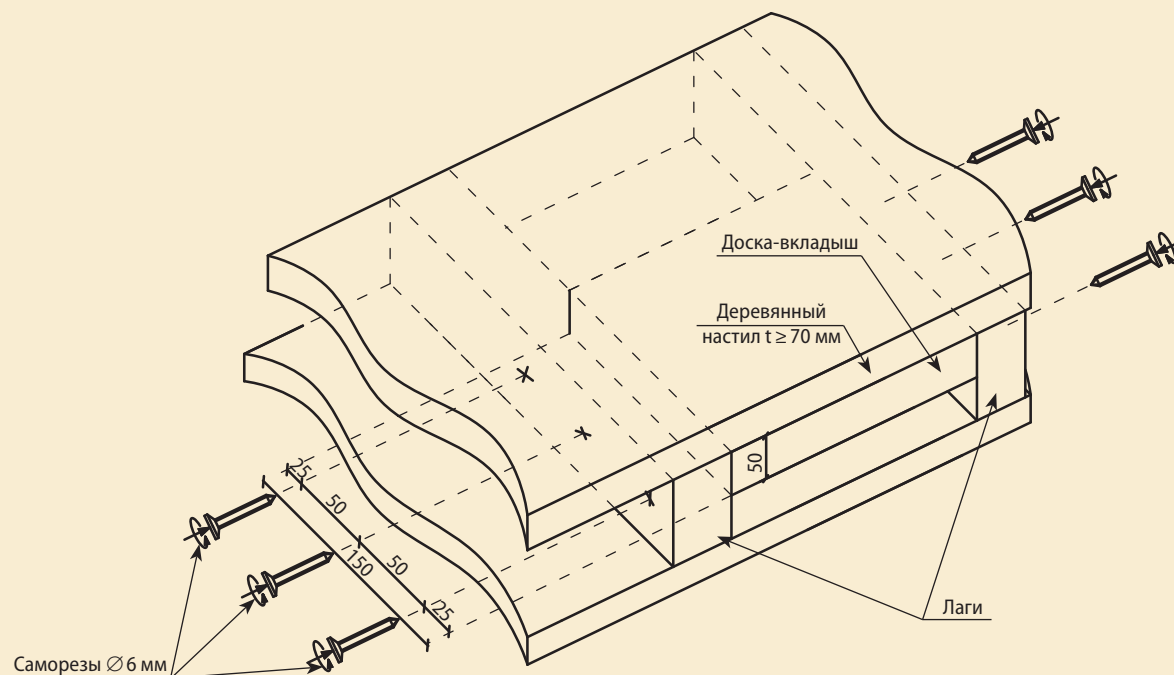

Рис. 1.4
1.3.2. Если толщина настила менее 70 мм, то в местах расположения центров тумб, под основанием, установите в распор между лагами доски-вкладыши с сечением не менее 50 × 150 мм (рис. 1.4).